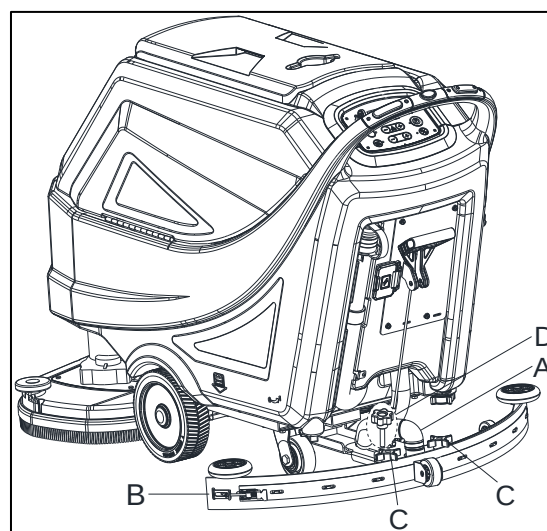

Figure 24
4. Desserrer les boutons (C, Figure 24) et retirer l'embouchure.
5. Déconnecter le tuyau d'aspiration (A) de l'embouchure.
- Retirer la tige de traction (G), dégager les éléments de fixation (M) et régler la lamelle arrière (D), puis engager les fixations (M) et installer la tige de traction (G).
- Desserrer les boutons (I) et régler la lamelle avant (C), puis serrer les boutons.
3. Vérifier l'usure de la lamelle avant (C) et de la lamelle arrière (D) à la recherche de coupures ou de déchirures ; si nécessaire les remplacer selon la procédure suivante. Vérifier que le bord avant (J) de la lamelle arrière (D) n'est pas usé ; si nécessaire, retourner la lamelle pour remplacer le bord usé par le bord en parfait état. Si les autres bords sont usés, remplacer aussi la lamelle selon la procédure suivante :
- Retirer la tige de traction (G), dégager les éléments de fixation (M) et retirer la barrette de retenue (K), puis reposer la lamelle arrière (D). Monter l'embouchure dans l'ordre inverse du démontage.
- Dévisser les boutons (I) et retirer la barrette de retenue (L), puis remplacer la lamelle avant (C). Monter l'embouchure dans l'ordre inverse du démontage. Après le remplacement de la lamelle (ou son retournement), ajuster la hauteur, comme indiqué à l'étape précédente.
4. Connecter le tuyau d'aspiration (A, Figure 24) à l'embouchure.
5. Installer l'embouchure (B) et visser les boutons (C).
6. Si nécessaire, régler le bouton de réglage de l'équilibre de l'embouchure (D).